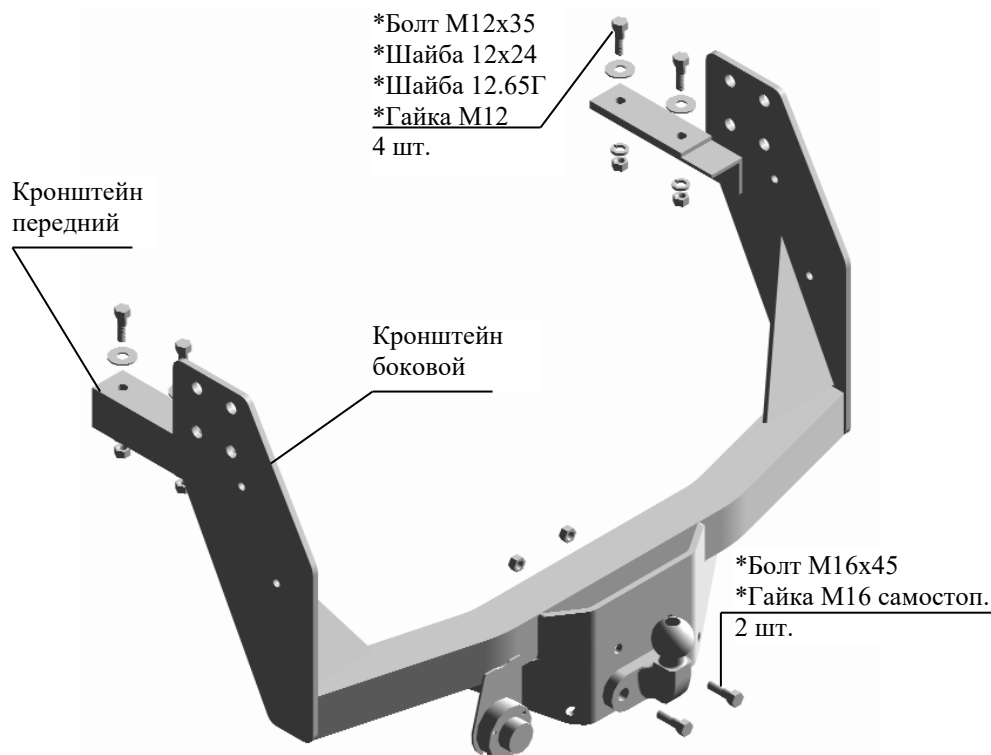

Рис.1 Тягово-цепное устройство ТСУ 33104.
2.1 ТСУ 33104 в сборе (рис.1)	1 шт.
2.2. Пакет комплектующих (рис.1)